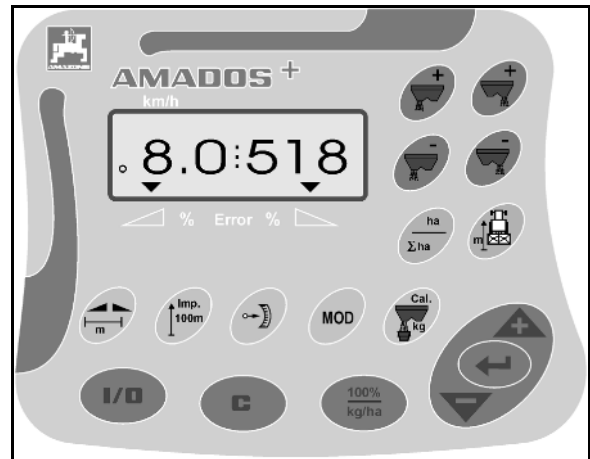

Fig. 43
5. Styrbara bromsrullar (Bild 43/1) fram:
- o montera och fixera med låssprint (Bild 43/2), eller
6. Fasta rullar (Bild 43/3) bak:
- o montera och fixera med fjädersprintar (Bild 43/4) i de nedersta hålen,
Vid monteringen av de fasta rullarna måste man se till att bulten (Bild 43/5) går helt igenom hålet på ramen och fixerar rullarna i på längden.